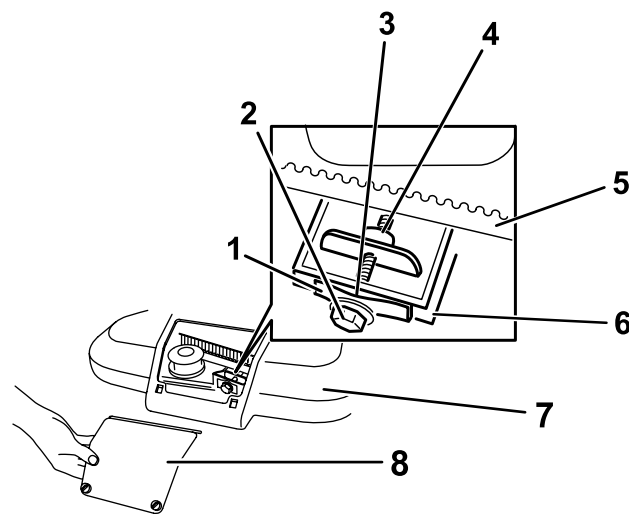

Рисунок 32
- Ослабьте 2 болта крепления на $\frac{1}{4}$ оборота на панели доступа кожуха ремня и снимите панель (Рисунок 32)
Примечание: Если между измерителем зазора и пружиной есть видимый зазор, затяните регулировочный болт и гайку до момента, когда калибр начнет свободно входить в зазор и выходить из него (Рисунок 32).